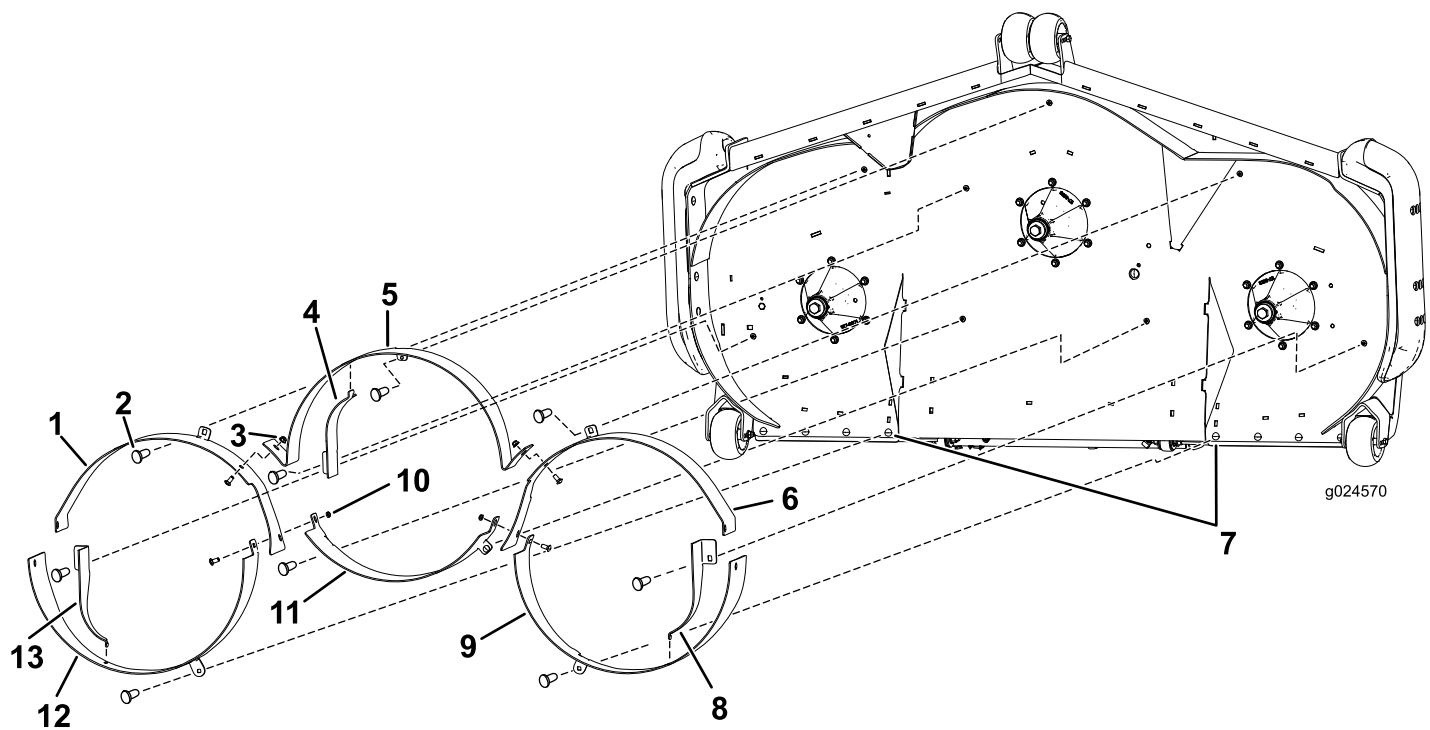

Figura 2
1. Instale os abafadores frontais exteriores utilizando um parafuso de carroçaria ($\frac{3}{8}$ pol. x $\frac{7}{8}$ pol.) e uma porca flangeada ($\frac{3}{8}$ pol.) por abafador (Figura 2).
2. Instale o abafador central frontal utilizando três parafusos de carroçaria ($\frac{3}{8}$ pol. x $\frac{7}{8}$ pol.) e três porcas flangeadas ($\frac{3}{8}$ pol.), como se mostra na Figura 2.
3. Instale os abafadores traseiros exteriores utilizando um parafuso de carroçaria ($\frac{3}{8}$ pol. x $\frac{7}{8}$ pol.) e uma porca flangeada ($\frac{3}{8}$ pol.) por abafador (Figura 2).
Nota: O modelo de 183 cm utiliza um parafuso de carroçaria (5/16 pol. x 1 pol.) e uma porca flangeada (5/16 pol.) na traseira do abafador direito, abafador esquerdo e furo quadrado mais interior na pala do pneu interior de cada lado (Figura 2).